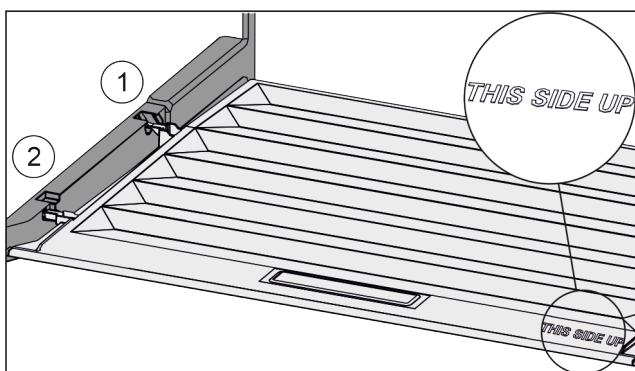

Fig. 26
- Вставити поперечні ребра через отвір заднього тримача Fig. 26 (1) і зафіксувати спереду у тримачі Fig. 26 (2).